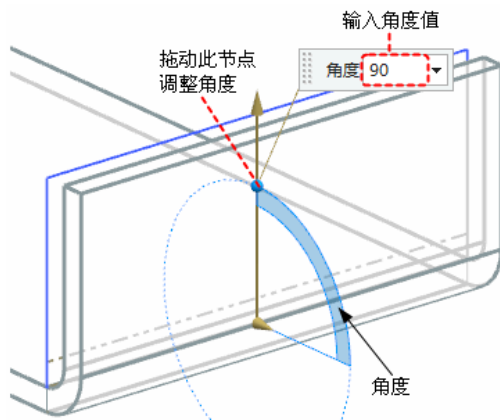

图 3-3 弯边“角度选项”示意图
- (1) 长度：即弯边的长度，单击按钮可以调整折弯长度的方向。
- (2) 角度：即创建弯边特征的折弯角度，如图 3-3 所示。